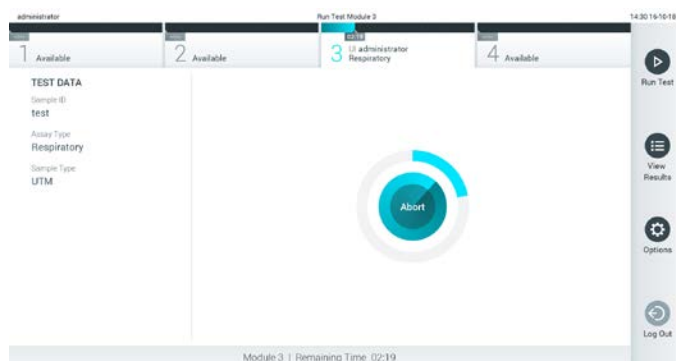

Figura 28. Tela de execução do teste e exibição do tempo de execução restante.
9. Enquanto o teste estiver em execução, o tempo de execução restante é exibido na tela (Figura 28).